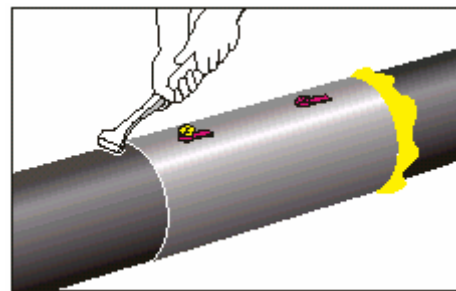

рис.16
3.4.6 Після контролю якості з'єднання проводів СДКМ (див.п.3.3) виконати теплогідроізоляцію даного з'єднання (дивись рекомендації «Ізоляція з'єднань теплогідроізольованих труб та елементів теплових мереж «ЕР-3», «ЕР-4» (рис.16).